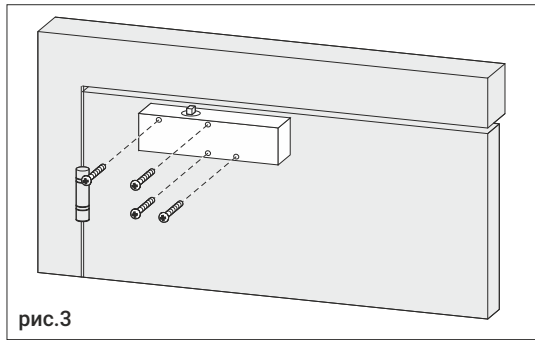

рис.3
1. Установите доводчик таким образом, чтобы винты регулировки скоростей “Закрывания” (S) и “Доводки” (L) находились со стороны петель, зафиксируйте обязательно четырьмя винтами M5 (шурупами), рис. 3. Важно - установка на два или три винта (шурупа) не допускается!